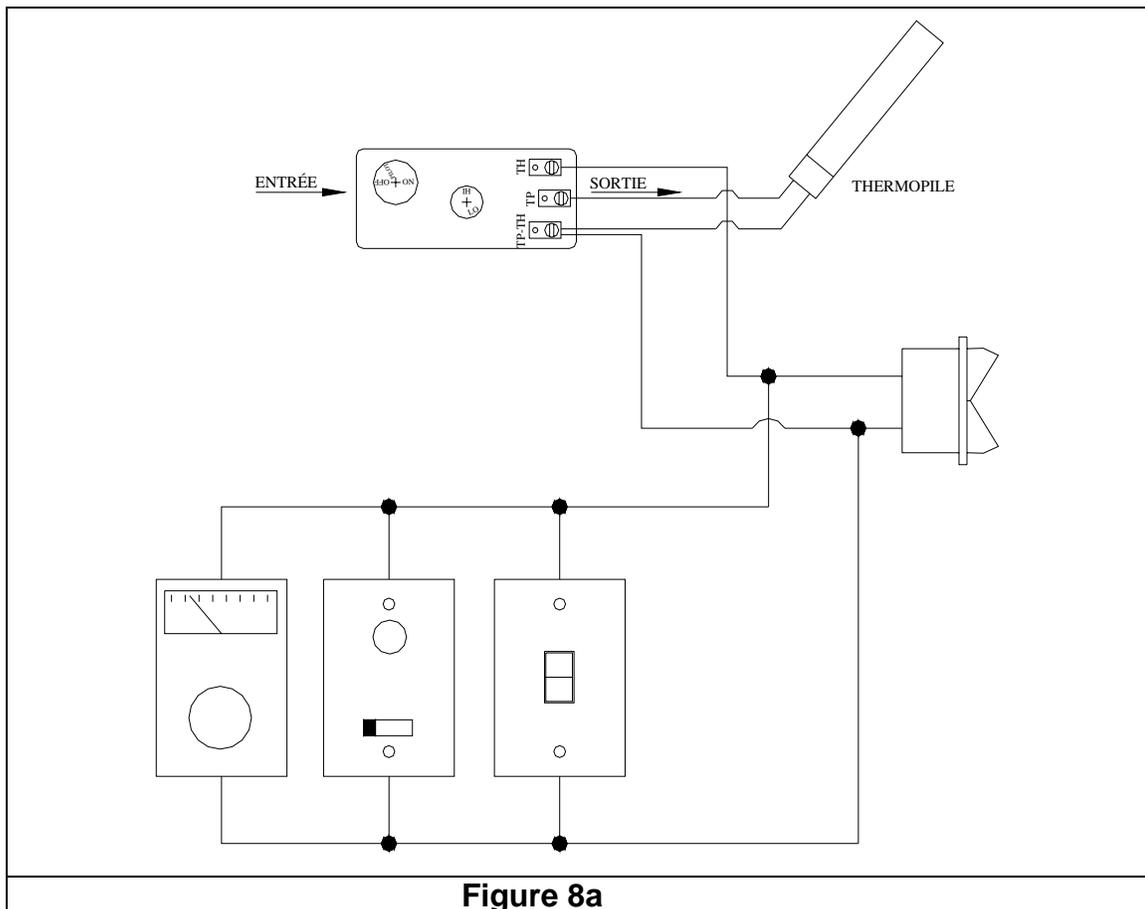
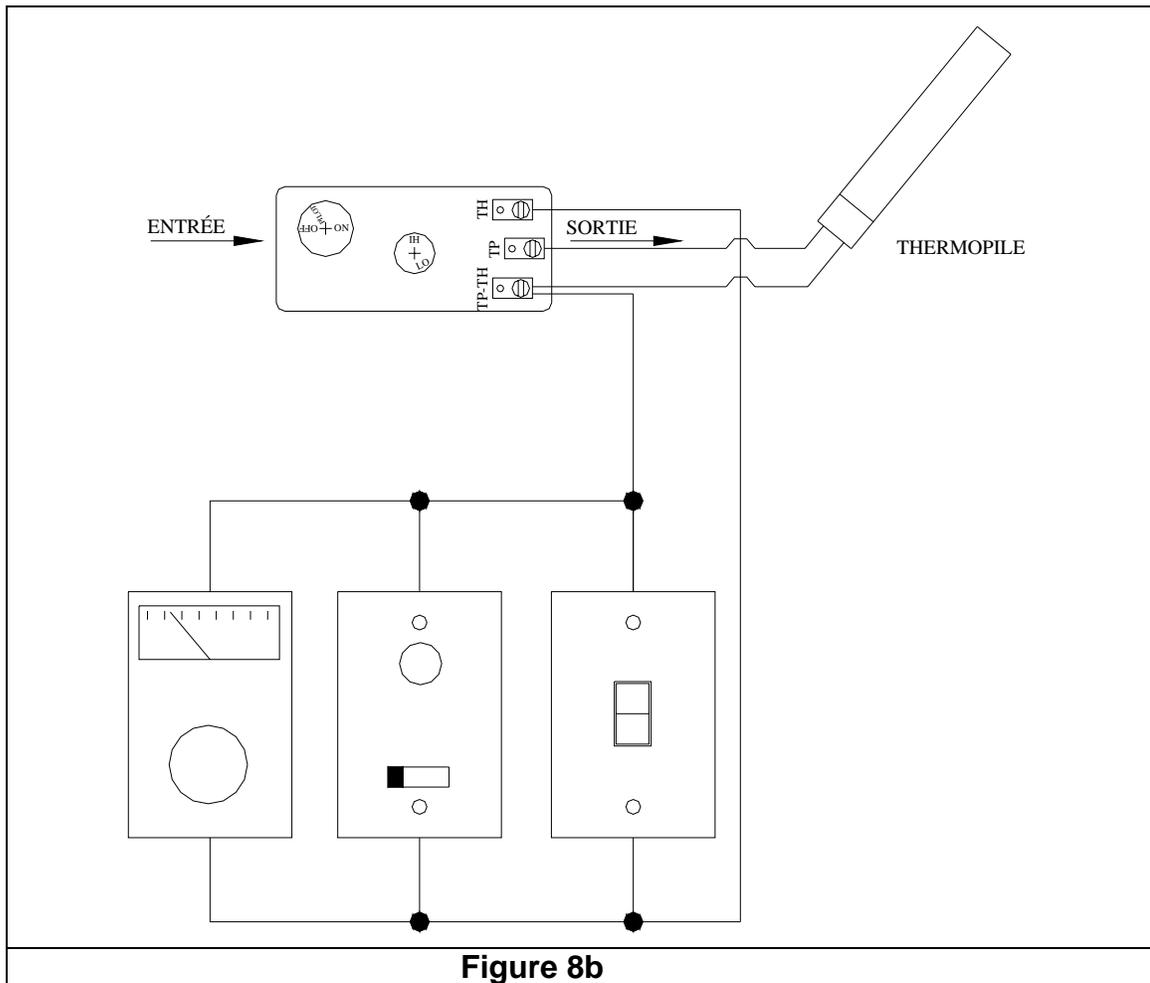

Figure 8a
Figure 8b
1. Installez le thermostat ou l'interrupteur mural à l'endroit voulu et raccordez-le, avec du "fil à thermostat à deux conducteurs", à l'interrupteur de contrôle du brûleur (Figure 8a). Pour contourner cet interrupteur, raccorder directement les fils à la valve à gaz (Figure 8b).